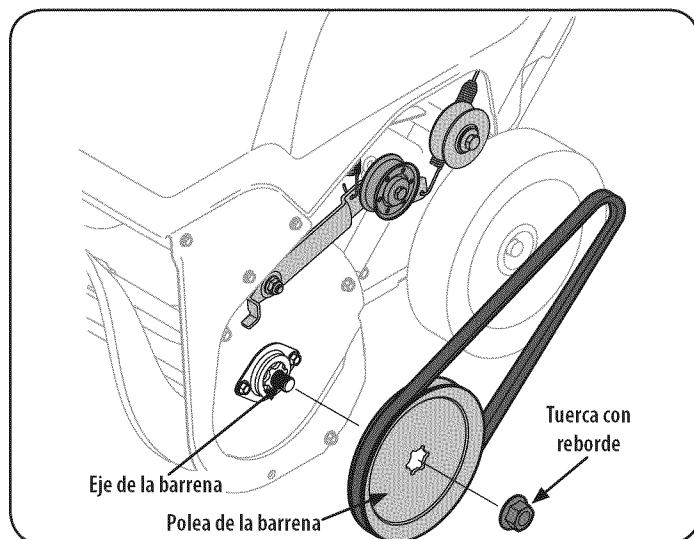

Figura 23
5. Extraiga la tuerca de brida que sujeta la polea de la barrena al eje de la barrena. Vea la Figura 23.